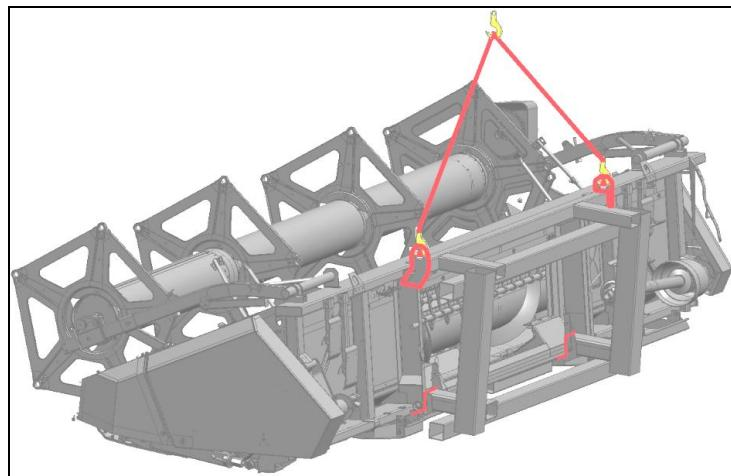

Рисунок 7.7
- 1) установить зацепы двухветвевых строп в верхние уши рамки (см. рисунок 7.7);